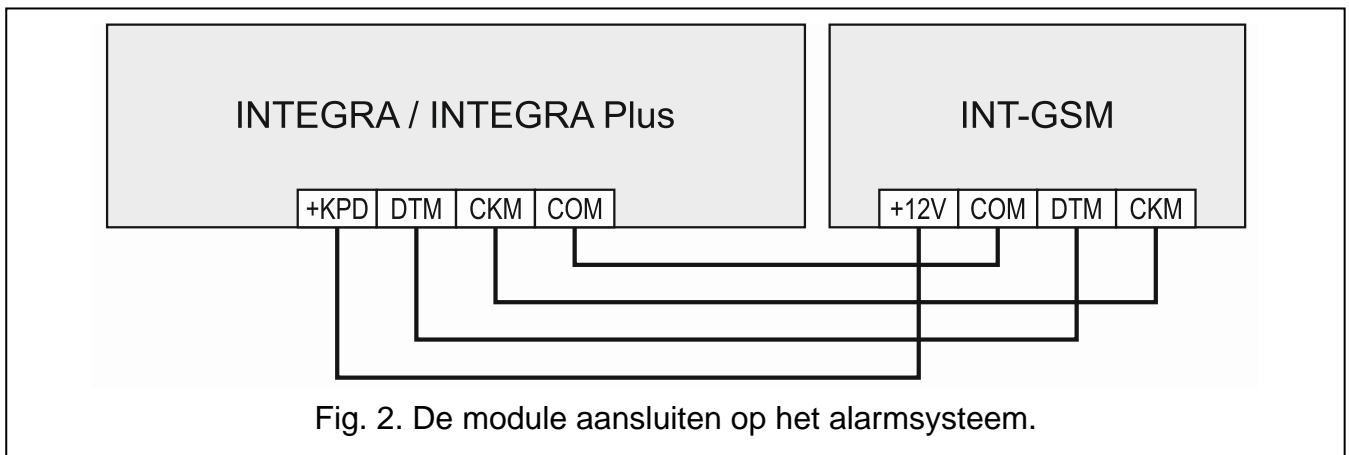

Fig. 2. De module aansluiten op het alarmsysteem.
1. Sluit de +12V, COM, DTM en CKM aan op de desbetreffende aansluitingen van het alarmsysteem (Fig. 2). Gebruik voor het aansluiten van de +12V en COM flexibele kabel met een doorsnede van 0,5-0,75 mm² of stugge kabel met een doorsnede van 1-2,5 mm². Als u toch het "twisted pair" type kabel gebruikt voor het aansluiten van de DTM en CKM, houd er dan rekening mee dat de CKM (clock) en DTM (data) signalen nooit door één twisted ader paar mogen lopen. Alle aders moeten in één kabel lopen.